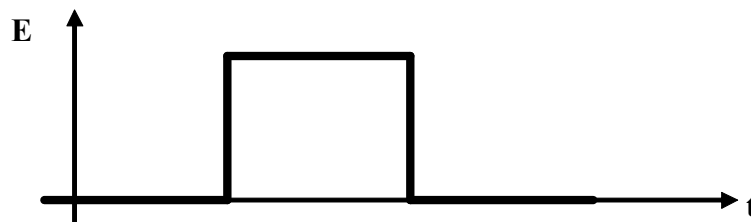

Figure III.5.
④ **après avoir positionné** les entrées **RS** et **R/ $\overline{W}$** du LCD suivant ce que l'on veut faire, il faut envoyer un « pulse » sur l'entrée **E** de la forme fournie sur la figure III.5.